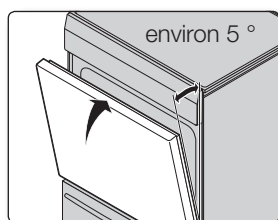

Fig. 1
4. Fermez la porte jusqu'à la position de retrait de la porte : à environ 5 degrés de la position verticale (Fig. 1).